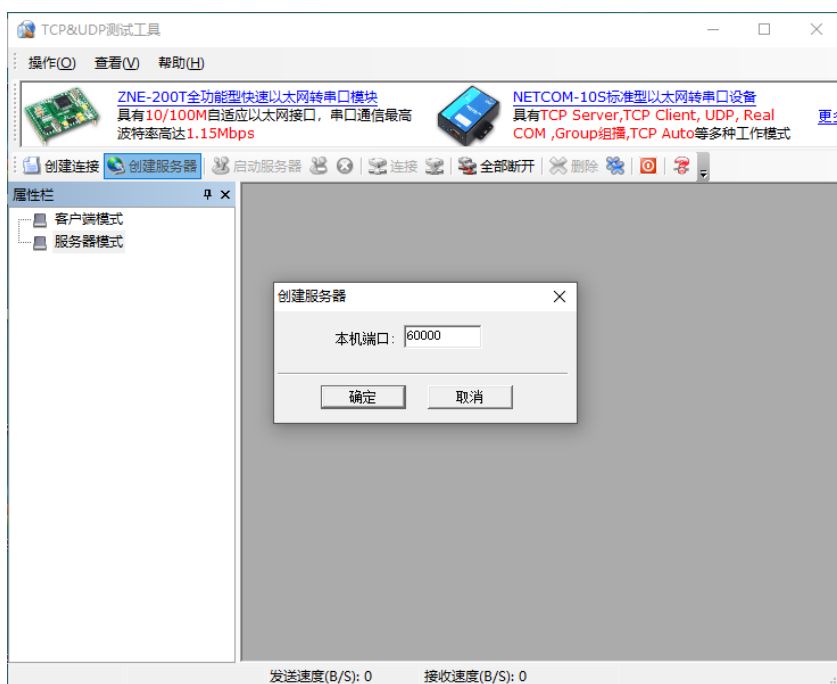

图 6-13 TCP Server 创建
3) 将电脑 IP 设置为 192.168.0.1（与模块内设置的远程 IP 一致），打开“TCP&UDP 测试工具”，创建服务器端口设置为 60000，其他参数设置如图 6-13 所示。